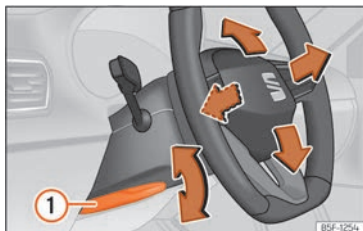

Fig. 63 Palanca en la parte inferior del lateral izquierdo de la columna de dirección.
- Tire de la palanca >>> **fig. 63 ①** hacia abajo, mueva el volante hasta la posición deseada y vuelva a subir la palanca hasta el punto de cierre.
- Tras ajustar la columna de la dirección, empuje firmemente la palanca >>> **fig. 63 ①** hacia arriba para que el volante no cambie de posición accidentalmente durante la marcha.